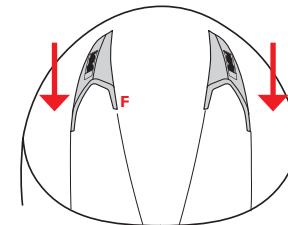

FIGURA 4
TOMA DE AIRE FRONTAL SUPERIOR — F — Figura 4/5
- Figura 4: Deslice los cursores hacia adelante para cerrar completamente la entrada de aire